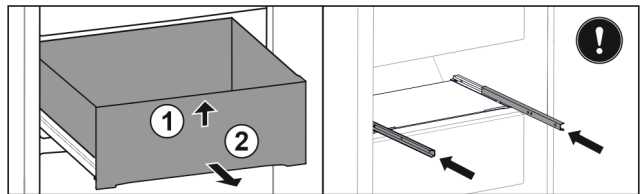

Fig. 113
- ▶ Приподнимите выдвижной ящик спереди. Fig. 113 (1)
- ▶ Извлеките выдвижной ящик движением вперед. Fig. 113 (2)